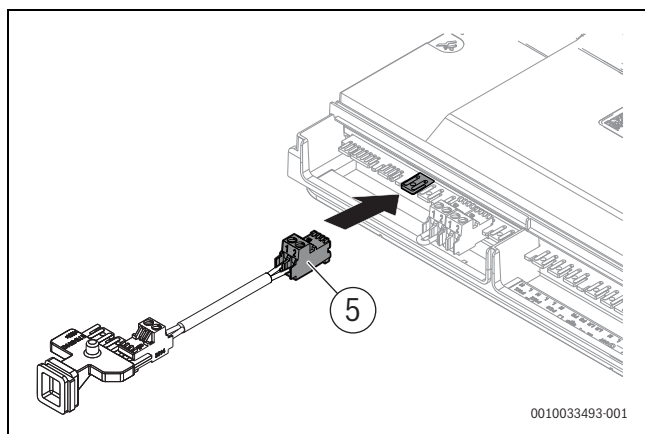

Bild 124 BUS-Kabel am BUS-Steckplatz der Klemmleiste anschließen
- BUS-Kabel der Anschlussleiste (→ Bild 124, [5]) am BUS-Steckplatz der Klemmleiste anschließen.